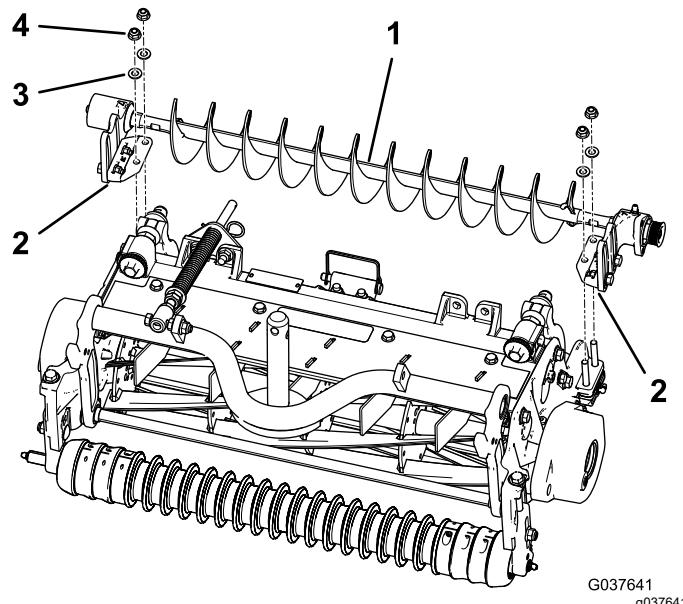

図9
4. 左または右ローラブラシアセンブリ取り付けブラケットを、ローラブラケットボルトにセットする図9。